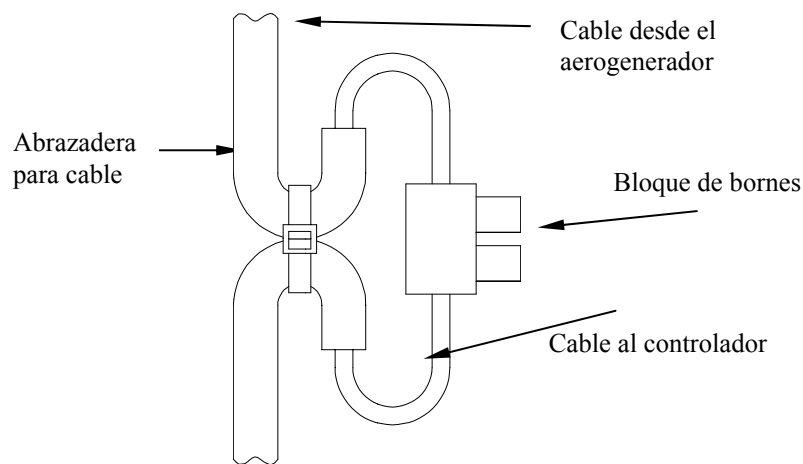

Figura 11. Alivio de esfuerzo en el cable de bajada
- Conecte los cables que salen del generador eólico al tramo de cable que quedó sobresaliendo de la torre. Para ello utilice el bloque de bornes suministrado u otro conector adecuado. *(La salida del generador es trifásica de CA, por consiguiente, estas conexiones pueden hacerse en cualquier secuencia)*. Envuelva la conexión con cinta aislante para asegurarla y protegerla del medioambiente. *Se recomienda utilizar algún elemento o método de alivio mecánico en el cable para evitar que el peso del cable aplique una carga excesiva en las conexiones. La figura 11 muestra un método simple para lograr esto.*